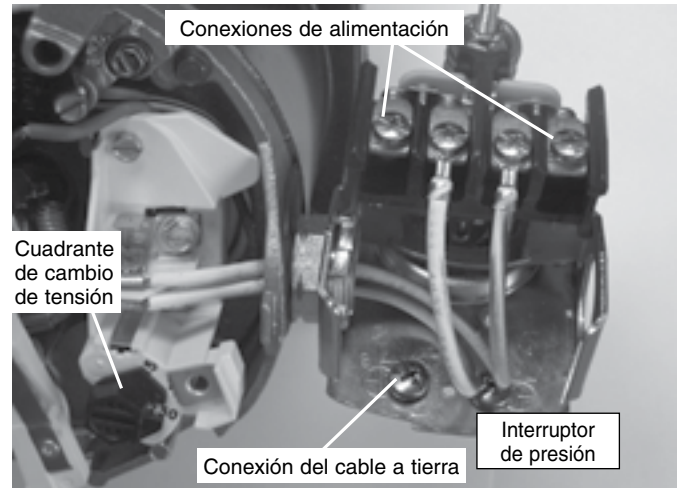

Figura 10: Tensión configurada para 230 voltios, tipo cuadrante.
3. Conecte los conductores de alimentación a los dos tornillos exteriores en el manóstato según se ilustra en el Figura 10.
4. Conecte el cable a tierra a una de las conexiones a tierra según se ilustra en la Figura 10.